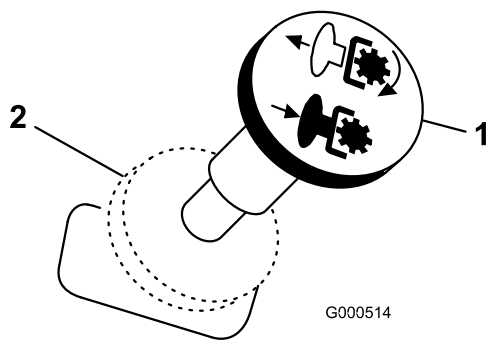

Figura 11
- Tire del mando de control de las cuchillas para engranar las cuchillas (Figura 11).
Para desengranar las cuchillas, mueva el mando de control de las cuchillas a Desengranado (Figura 11).